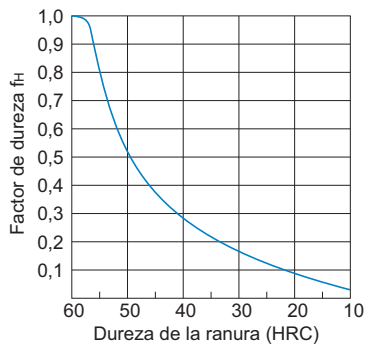

Fig.2 Factor de dureza (f_H)
- C : Capacidad de carga dinámica básica (N)
- P_C : Cálculo de carga radial (N)
- f_H : Factor de dureza (consulte Fig.2 en **A5-6**)